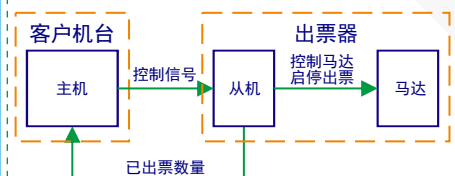

图 2
- 3、主机输入控制信号、从机输出信号、马达转动三者之间的关系如图3所示，工作流程如图2所示。